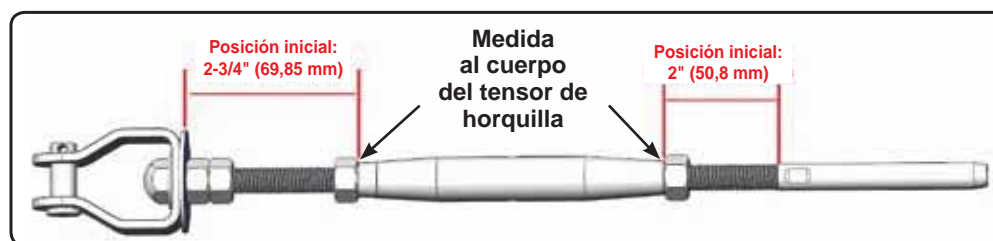

Fig. 13c
3. Una vez que el tensor de horquilla está bien instalado, coloque el tensor según las mediciones especificadas en la Fig. 13c. Esto permitirá más adelante ajustar y tensionar el sistema.